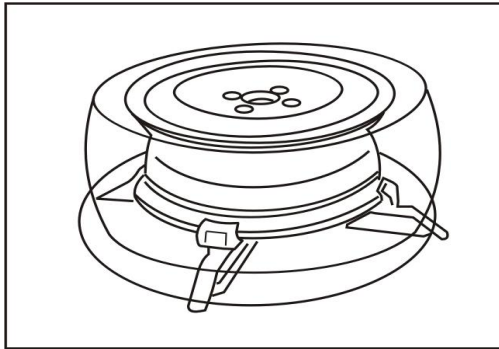

Fig.06
- Für den Fall, dass Sie die Felge außen spannen wollen, fahren Sie die Spannklauen auseinander (2-3cm vom Felgenrand entfernt), legen Sie das Rad auf den Drehteller und treten Sie das Pedal „⊞“, um die Felge zu spannen (Fig. 06).